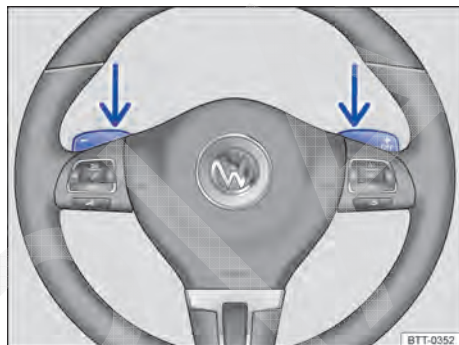

Fig. 169 Volante com dois seletores basculantes do Tiptronic.
- No programa de condução **D**, **S** ou no curso do Tiptronic, acionar os seletores basculantes no volante ⇒ **Fig. 169.**